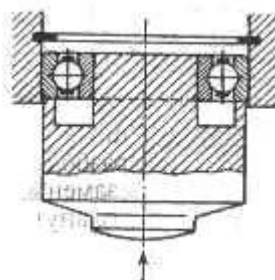

Рис. 91. Приспособление для установки и выпрессовки подшипников
2. Укрепить универсальный съемник на одной из половин картера (как для разъединения картера) и вставить в подшипник приспособление (рис. 91) для выпрессовки (и запрессовки) подшипников. Затем ввинтить болт съемника до упора в приспособление.
2. Установить между наружным коренным подшипником и болтом универсального съемника, укрепленного на картере, приспособление для выпрессовки (и запрессовки) подшипников (см. рис. 91).
4. Надеть подшипник на приспособление, см. рис. 91. Для облегчения установки подшипника наружную обойму нужно смазать маслом, применяемым для смазки двигателя.
- b. надев лабиринтное уплотнение на оправку, см. рис. 91, и смазав его посадочную поверхность моторным маслом, точным и быстрым движением посадить уплотнение в гнездо картера до упора в стопорное кольцо. Если лабиринтное уплотнение не дошло до конца, то возможно при недостаточном нагреве картера, следует немедленно попытаться дослать его до конца, легко ударяя по оправке молотком или киянкой.Если это не удастся, нужно укрепить на картере универсальный съемник и посадить уплотнение на место, используя ту же оправку. Если лабиринтное уплотнение сразу же вошло до упора в стопорное кольцо и картер не успел еще охладиться, вставить коренные подшипники, действуя, как при установке коренного подшипника в правую половину картера, см. выше п.5., но картер во время установки коренных подшипников в левую половину нужно держать в вертикальном положении или использовать для фиксации вставленного подшипника приспособление, иначе один из подшипников (находящийся снизу) будет вываливаться из картера.